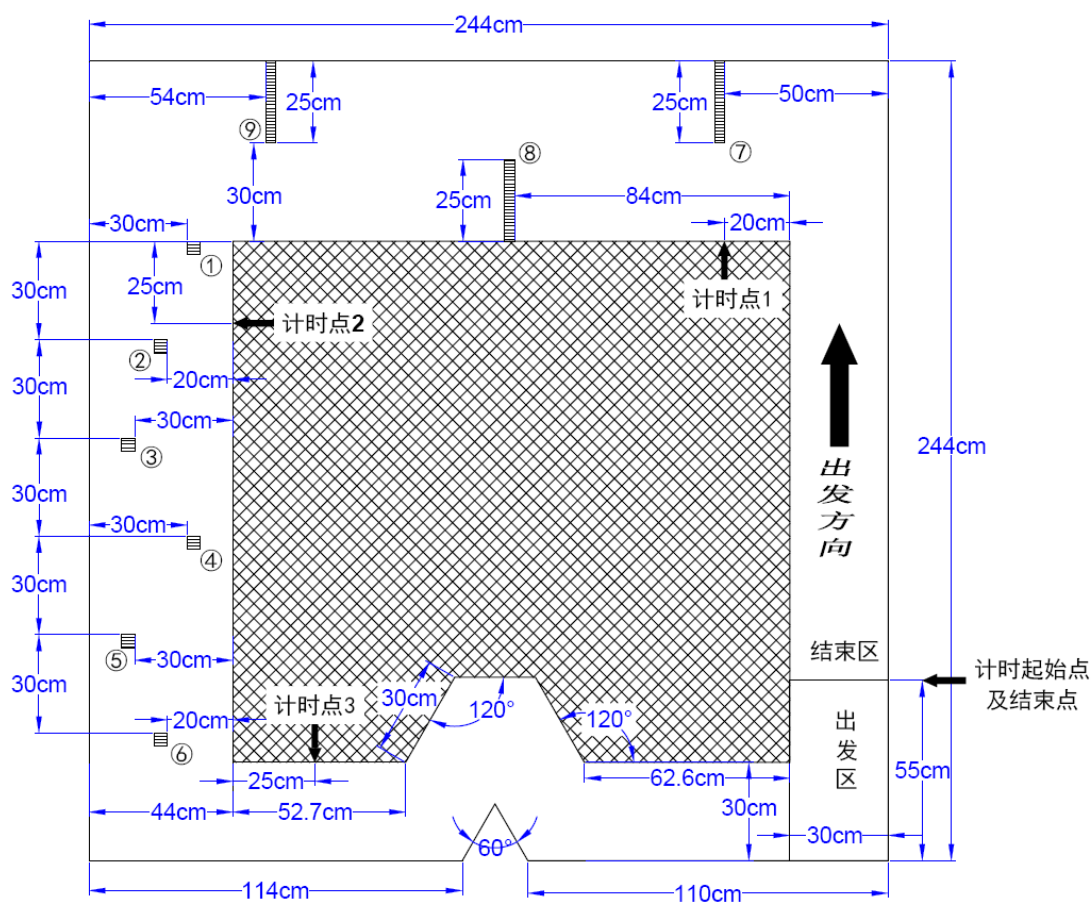

图 6 比赛场地俯视图
1、比赛场地由细木工板（尺寸规格：宽度 122.0cm，长度 244.0cm，厚度不定）拼接而成，其平面俯视图如图 6 所示。比赛场地表面不进行刷漆或打蜡等任何附加处理。允许细木工板拼接处存在 0.2cm 以内（含 0.2cm）的高度差，拼接处的接缝由白色防滑胶带粘贴和覆盖。
4、实际比赛时，比赛场地上仅留有 3 个遮挡柱。比赛前随机选定某一学校领队老师来从①~⑥号中抽取 3 个遮挡柱，用于所有参赛队的比赛。抽取方式如下：①②号为一组，③④号为一组，⑤⑥号为一组，从每组中随机抽取一个，3 组共抽取 3 个遮挡柱，用于比赛。
1、车子必须按图 6 中指定的方向离开和返回出发区。